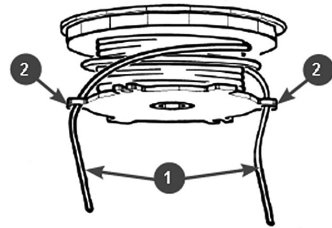

Рис. 14. Фиксация концов корда
- Зафиксируйте концы 1 корда (длиной примерно 10-15 см) в специальных пазах 2 на катушке (Рис. 14).